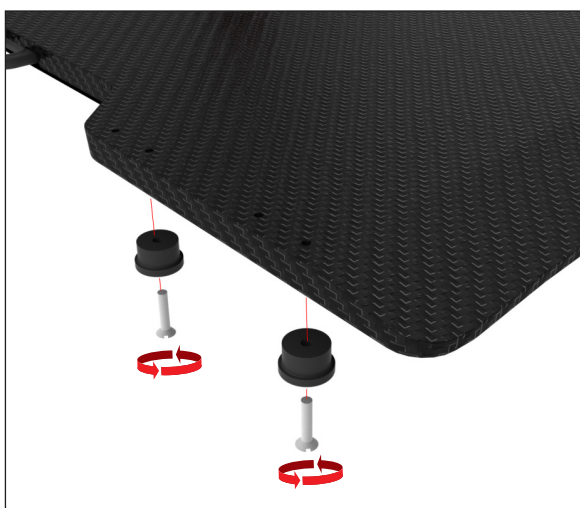

Fig. 27
1. Monter 2 styreskiver (med rand) på hver side af enheden i to af hullerne med en afstand på 140 mm (5,5") ved hjælp af ¼-20 x 1 ¼" skruer (1 for hver) (Fig. 27).